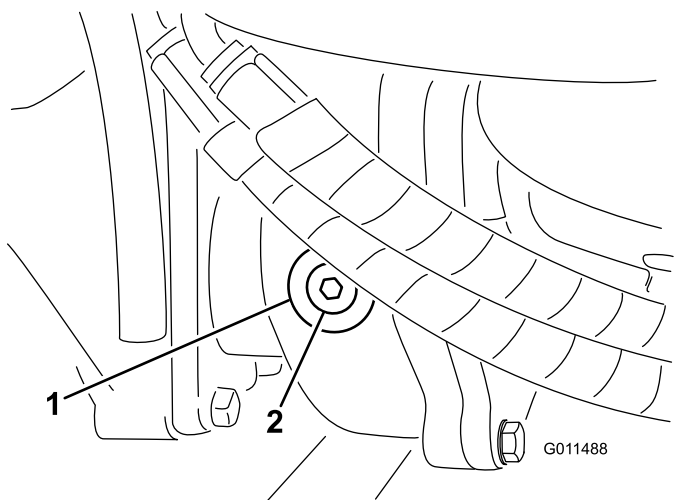

Figure 19
2. Enlevez le bouchon de contrôle/remplissage du côté gauche du boîtier d'engrenages et vérifiez que le lubrifiant atteint la base de l'orifice (Figure 19).